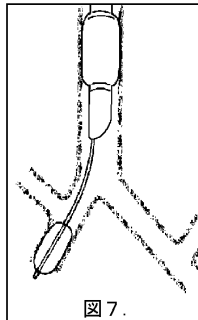

図 7.
- ④右上葉気管支入口部が、気管分岐部の近くにある患者の場合は、右肺全部の虚脱をあきらめ、中葉気管支のブロックにより中下葉を虚脱させる。(図7)